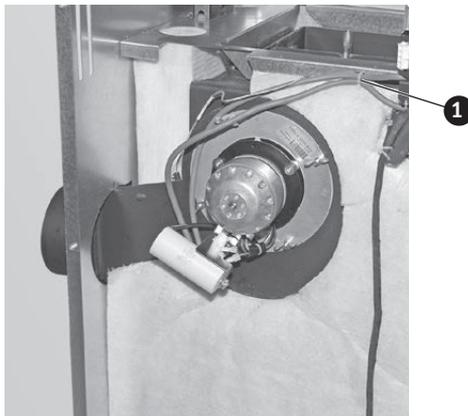

Fig. 41 Riavvitare il ventilatore gas combusti ruotato di 90°
- ▶ Riavvitare nuovamente il ventilatore gas combusti ruotandolo di 90° – Fig. 41.